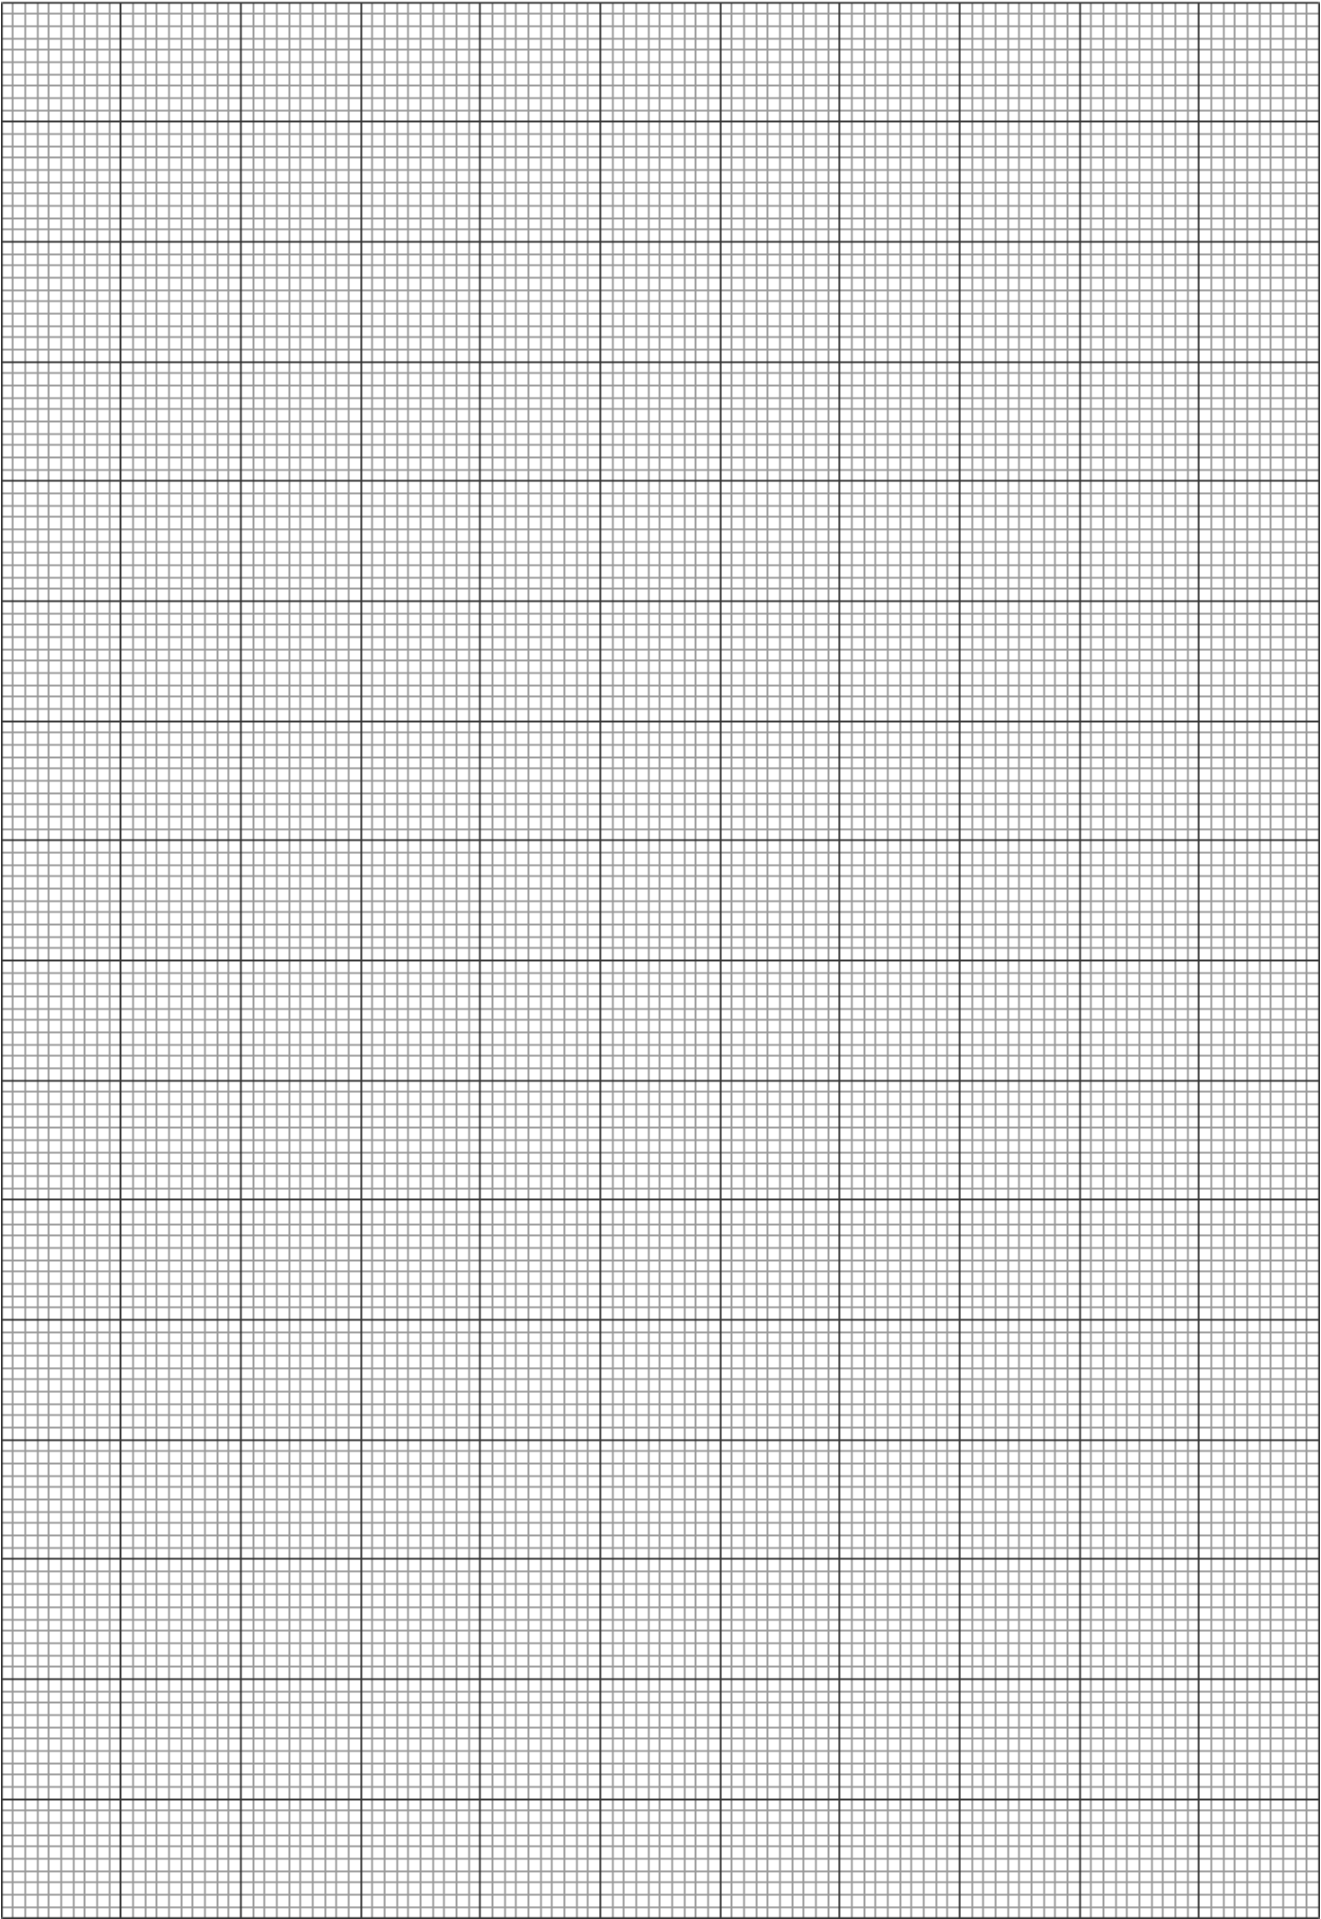

Figura 2: -----
6. (20 pontos) No espaço destinado à figura 2 faça um gráfico de acordo com a linearização na equação 1, utilizando os valores da tabela 4.
7. (15 pontos) A partir da reta obtida na figura 2 e da equação 1, determine o valor dos parâmetros A e B . Escreva a expressão de temperatura em função da resistência com os valores numéricos encontrados e as respectivas unidades.